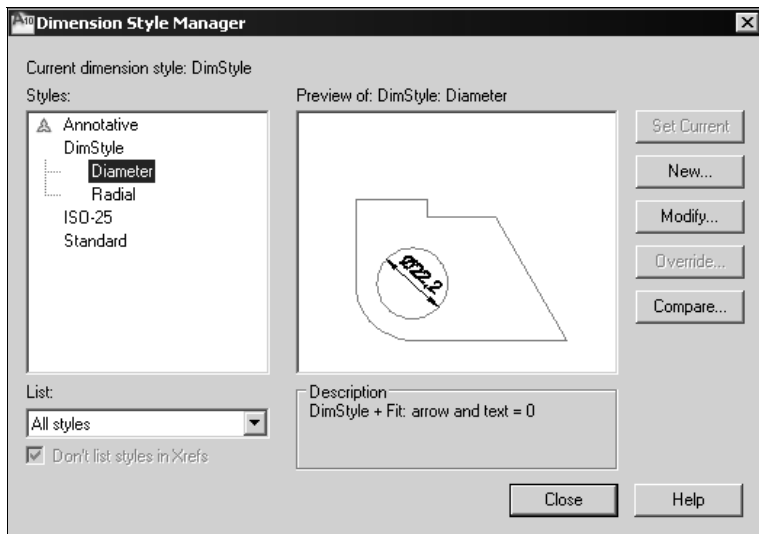

Рис. 13.21. Диспетчер размерных стилей после редактирования радиальных и диаметральных стилей
11. Щелкните мышью на кнопке **OK** для возврата в диалоговое окно **Dimension Style Manager** (Диспетчер размерных стилей). В списке **Styles** (Стили) стиль DimStyle получит второе ответвление в виде ветви с именем **Diameter** (Диаметры) (рис. 13.21).